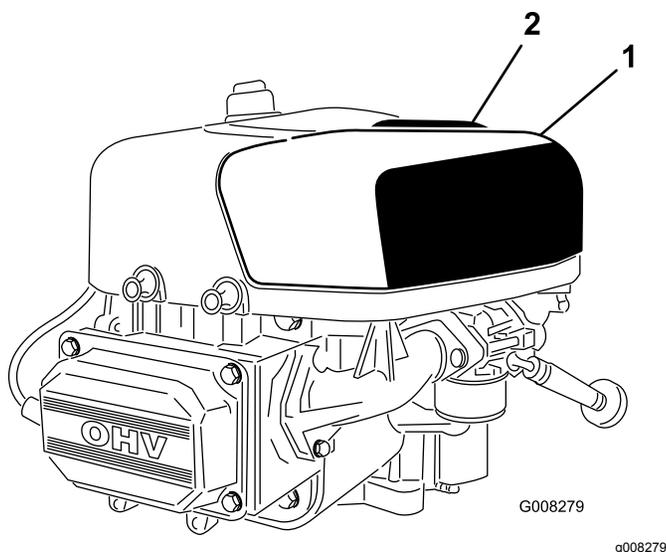

Figura 22
2. Alzate il manico del coperchio del filtro dell'aria e giratelo verso il motore (Figura 22).